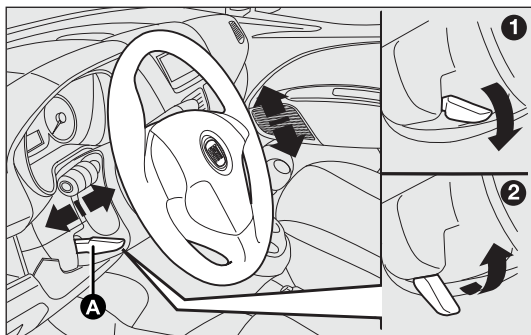

рис. 34
- отпустите рычаг А (рис. 34), сдвинув его вперед (положение 1);